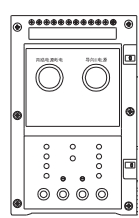

图3：Z型 三段式
- I常用投入方法：按下“两路电源断电”按钮(如图3)，使常用、备用电源均处于OFF位置，用手柄按箭头指示方向转动手动轴，使I常用置于ON位置。
- II备用投入方法：按下“两路电源断电”按钮(如图3)，使常用、备用电源均处于OFF位置，再按下“导向II备用”按钮并保持，同时将手动轴按箭头指示方向转动，使II备用置于ON位置。